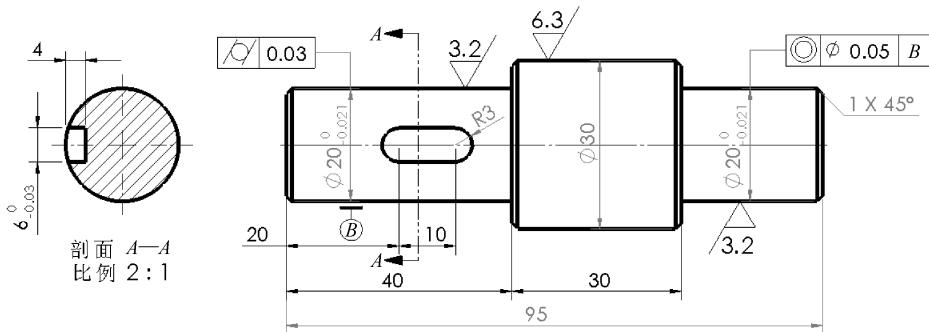

图 8-92 在工程图中标注表面粗糙度
- 在图形区域中单击以放置符号，在工程图中标注表面粗糙度，如图 8-92 所示。